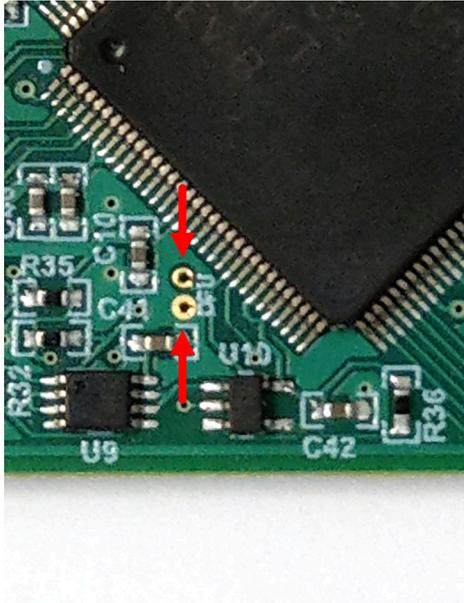

図 3-1. DFU モードを手動で開始するために使用されるテスト ポイント
- DFU (図 3-1 を参照) というラベルの付いた 2 つのテスト ポイントをピンセット (またはワイヤ) で短絡しながら、「RESET」(リセット) ボタンを押して放します。